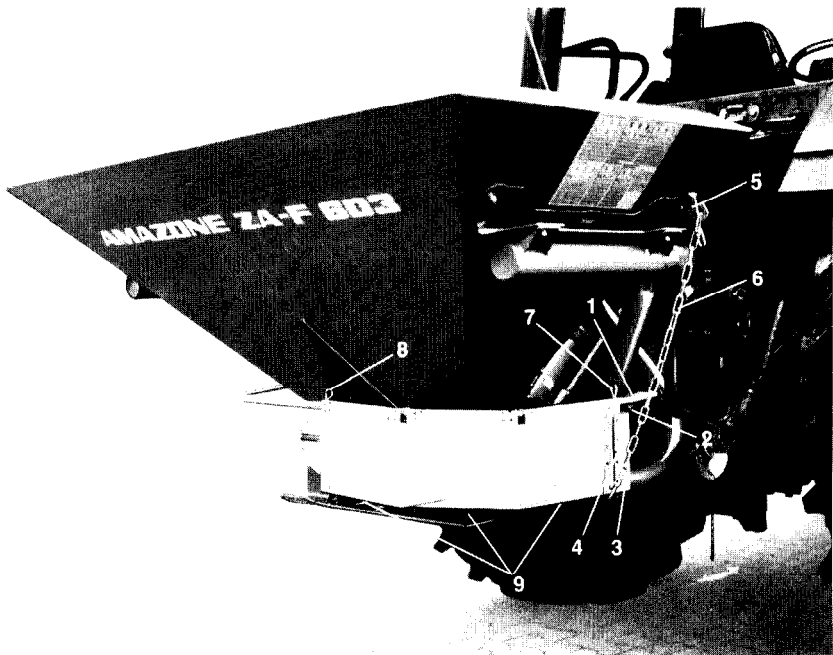
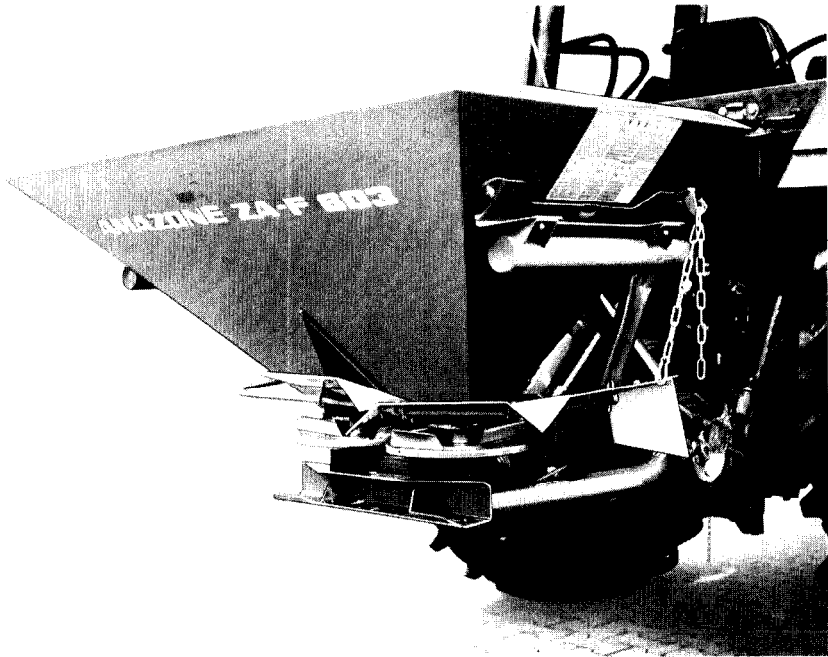

Fig.1
Fig. 2
1. Den Bügel (Fig. 1/1) der vormontierten Grenzstreuervorrichtung mit Hilfe der mitgelieferten Schrauben (Fig. 1/2) in **waagerechter Stellung** an dem Streuer befestigen. Die Schrauben (Fig. 1/2) fest anziehen!
Es müssen zusätzlich die mitgelieferten Halter (links und rechts) an den senkrechten Rahmenrohren so angeschraubt werden, daß der Bügel (Fig. 1/1) von der Unterkante der Maschine einen Abstand von 300 mm hat.
2. Das Prallblech (Fig. 1/3) mit der Schraube (Fig. 1/4) je nach gewünschter Richtung links oder rechts anbringen.
3. Haken (Fig. 1/5) links und rechts oben an der Maschine anbringen und Kette (Fig. 1/6) einhängen.
4. Falls die Grenzstreuervorrichtung an der Gegenseite in Funktion gebracht werden soll, müssen die Federvorstecker (Fig. 1/7 und 1/8) abgenommen werden. Die Bleche (Fig. 1/9) nach oben schwenken und verschieben und in umgekehrter Weise einfächern. Das Prallblech (Fig. 1/3) an der Gegenseite befestigen.
5. Während des Grenzstreuens müssen die Bleche (Fig. 1/9) in der Stellung laut Fig.1 nach unten hängen. Bei normaler Streuarbeit werden die Bleche (Fig. 1/9) mit der Kette (Fig. 1/6) möglichst weit nach oben geschwenkt, wie aus Fig. 2 ersichtlich.
1. Fixer **horizontalement** à l'épandeur, le porte-défecteur en forme de U (Fig. 1/1) au moyen des vis (Fig. 1/2) jointes. Bien serrer les vis (Fig. 1/2).
Vérifier que les supports (gauche et droit) livrés avec la machine sont montés sur le cadre tubulaire vertical de façon que le châssis-glissière (fig. 1/1) soit à une distance de 300 mm du rebord inférieur de la machine.
2. La tôle de commande (Fig. 1/3) du défecteur avec les vis (Fig. 1/4) peut être montée à souhait à droite ou à gauche de l'appareil.
3. Monter les crochets (Fig. 1/5) à droite et à gauche de l'épandeur et accrocher la chaîne (Fig. 1/6).
4. Au cas où le défecteur de bordure doit être changé de côté, ôter d'abord les deux goupilles rapides (Fig. 1/7 et 1/8). Les tôles défectrices (Fig. 1/9) doivent ensuite être relevées vers le haut, poussées vers le côté opposé et fixées à nouveau au moyen des 2 goupilles rapides. La tôle de commande (Fig. 1/3) doit enfin être fixée sur le côté opposé.
5. Durant les travaux d'épandage à largeur limitée, les tôles défectrices (Fig. 1/9) doivent être positionnées conformément à la Fig. 1. Lors de travaux d'épandage sur la largeur complète, les tôles défectrices (Fig. 1/9) doivent être relevées aussi haut que possible à l'aide de la chaîne (Fig. 1/6), comme illustré Fig. 2.
1. Bolt the slide frame (Fig. 1/1) of the preassembled boundary spread limiter in **level position** to the brackets provided at the broadcaster with the bolts supplied (Fig. 1/2) which have to be tightened firmly!
It is necessary to bolt the supplied l. h. and r. h. brackets to the vertical frame tubes in such a manner that the slide frame (Fig. 1/1) stands 300 mm above the lower edge of the machine.
2. Mount the deflector (Fig. 1/3) to the required right- or left-hand side and fix it there by the bolt (Fig. 1/4).
3. Bolt the hooks (Fig. 1/5) to the right and left upper hopper edge and hang-in chain (Fig. 1/6).
4. If the boundary spread limiter has to be brought into function on the opposite side, remove the spring clip pins (Fig. 1/7 and 1/8), swing the deflectors (Fig. 1/9) upwards and slide them sideways by bringing them in contrary fan order. Bolt the deflector (Fig. 1/3) to the opposite side.
5. During the boundary spreading operation the deflectors (Fig. 1/9) must be hanging downwards according to Fig. 1. For normal spreading raise the deflectors (Fig. 1/9) by the chain (Fig. 1/6) as far as possible as illustrated in Fig. 2.